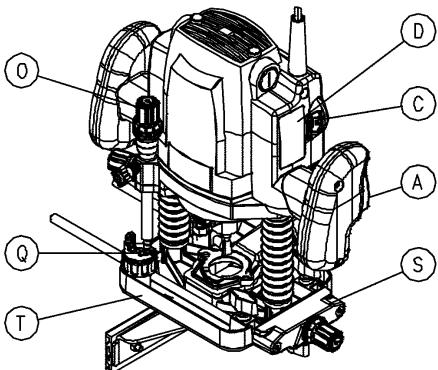
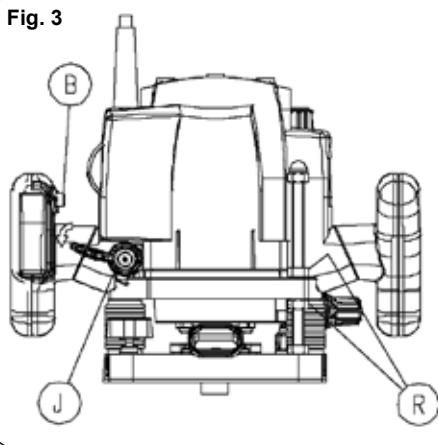

Fig. 1
Fig. 3
Urządzenie posiada włącznik A (Rys. 1) na uchwycie, umożliwiający uruchomienie i wyłączenie frezarki bez puszczenia uchwytu.
Aby zapobiec przypadkowemu uruchomieniu urządzenia, włącznik może być obsługiwany jedynie gdy zwolniony jest boczny przycisk bezpieczeństwa B (Rys. 3). Gdy już ustawiemy włącznik w pozycji ON, nie ma potrzeby dłużej trzymać przycisku bezpieczeństwa.
Model FRE160P posiada elektroniczną regulację prędkości C (Rys. 1) do ustawiania prędkości pracy silnika, w zależności od wielkości frezowania i twardeści obrabianego materiału. Zapewnia to lepsze wykończenie i podnosi wydajność urządzenia. Aby zwiększyć lub zredukować prędkość urządzenia, obracaj pokrętło w prawo lub w lewo, w zależności od zadania jakie masz do wykonania. Na skali podanych jest sześć numerów, aby pomóc ustawić wymaganą prędkość.
Podstawa może być blokowana w dowolnej pozycji poprzez obrócenie dźwigni J (Rys. 3),
Po zakończeniu jakiejkolwiek pracy przesuń włącznik w pozycję OFF i zwolnij podstawę za pomocą gałki J (Rys. 3) zanim pozostawisz frezarkę (tylko na płaskiej powierzchni).
Obniż urządzenie do momentu, w którym frez będzie na tym samym poziomie co powierzchnia, na której spoczywa frezarka. Użyj pokrętła blokującego J (Rys. 3), aby przytrzymać urządzenie w tej pozycji. Poluzuj pokrętło N (Rys. 4), następnie wcisnij i obracaj pokrętło ustawiania
Aby wykonać kilka powtarzalnych prac, przy których wymagana jest ta sama głębokość frezowania, przydatna może się okazać funkcja zapobiegania zwolnieniu głowicy przez przypadkowe poruszenie gałki blokującej J (Rys. 3). Można to osiągnąć przez założenie dwóch nakrętek M8 R (Rys. 3) na trzpień z gwintem, jedną powyżej a jedną poniżej obudowy głowicy urządzenia. To zablokuje głowicę na dowolnej wysokości przy frezowaniu.
- Jak tylko zakończymy zadanie, należy ściągnąć nakrętki R (Rys. 3) aby odblokować ustawienie głębokości frezowania i powrócić do normalnych warunków pracy przy blokadzie J (Rys. 1).